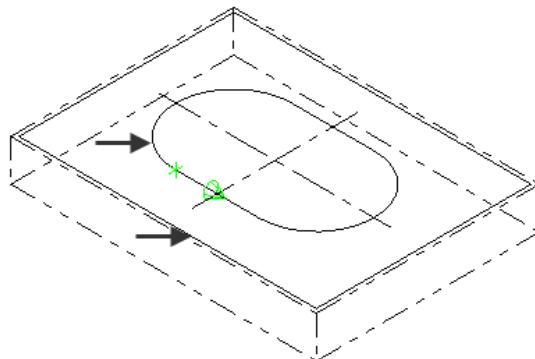

图 12-88 选取加工工件的轮廓
- 02 选取加工工件的轮廓。系统弹出“串连选项”对话框，选中对话框中“串连”按钮 ，根据系统提示采用串连方式选取模具型芯外形截面和基座底板外形截面，单击“确定”按钮 ，如图 12-88 所示。